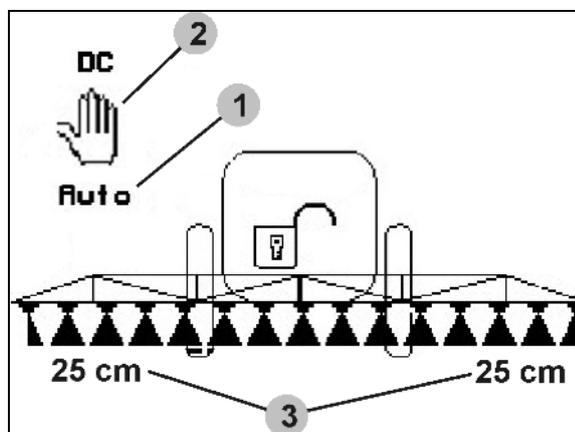

Fig. 73
- Bei eingeschaltetem Automatikbetrieb erscheint das Symbol "Auto" (Fig. 73/1) im Display. Der Maschinenrechner übernimmt die Regelung des Abstandes Spritzdüse - Bestand.
- Im Hand-Betrieb erscheint das Symbol (Fig. 73/2). DistanceControl ist ausgeschaltet. Sie regeln den Abstand Spritzdüse - Bestand manuell über Neigungs- und Höhenverstellung.
- betätigen: Der Abstand Spritzdüse - Bestand wird im Arbeitsmenü angezeigt (Fig. 73/3).